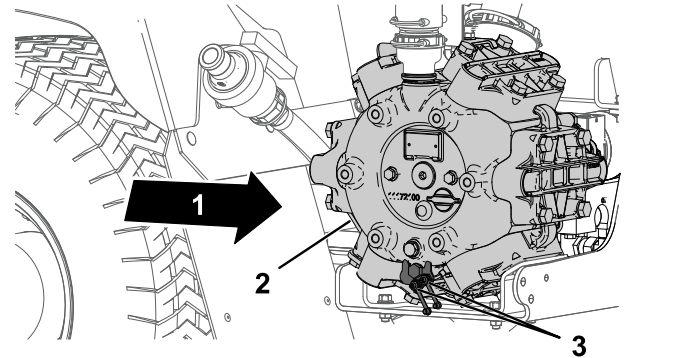

Figura 70
- Limpe os 2 bocais de lubrificação remotos (Figura 70).
- Ponto de lubrificação (2)
- Introduza o lubrificante no bocal de lubrificação remoto (Figura 70).